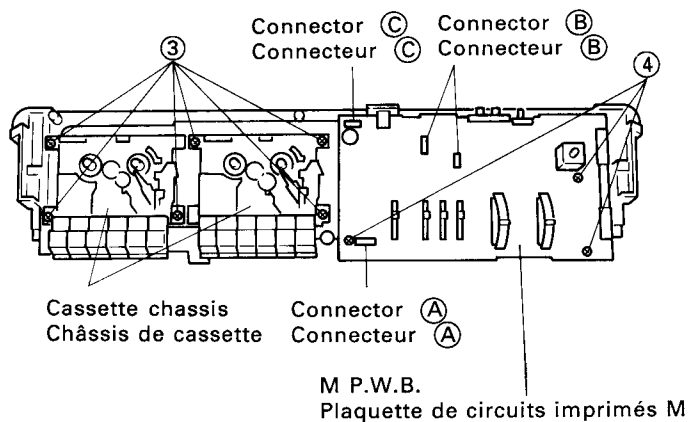

Fig.4
4. Removing the Cassette Chassis (Fig.4)
5. Removing the M P.W.B. (Fig.4)
4. Dépose du châssis cassette (Fig.4)
5. Dépose de la plaque de circuits imprimés M (Fig.4)